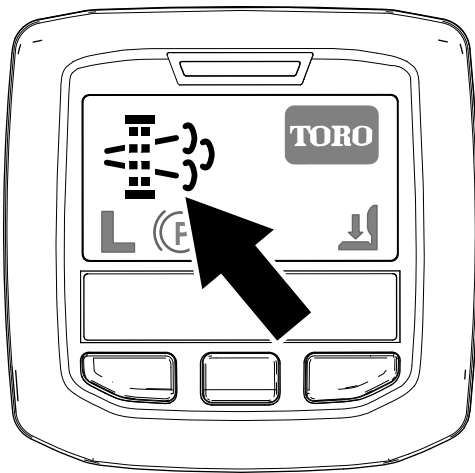

Figura 44
- El icono de regeneración con la máquina aparcada aparece en el InfoCenter (Figura 44).